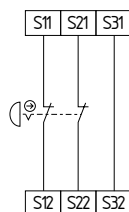

Fig. 14
**Circuito de Paro de Emergencia de dos canales con pulsadores según EN ISO 13850 y EN 60947-5-5 (véase fig. 14)**